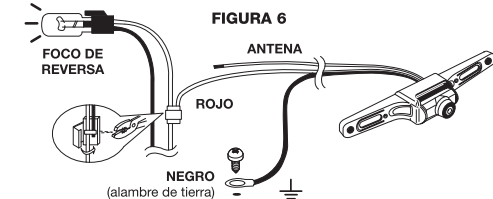

FIGURA 6
9. Conecte el cable ROJO de la cámara al cable del foco de reversa del Paso #7 usando un conector de empalme. Vea la figura 6.
10. Conecte la terminal de anillo incluida en el kit al cable NEGRO de la cámara y luego conecte el cable a tierra en el chasis del vehículo. Vea la figura 6. Cuando termine, haga pruebas para corroborar que la imagen de la cámara aparezca en el monitor cuando el vehículo está en modo de REVERSA.